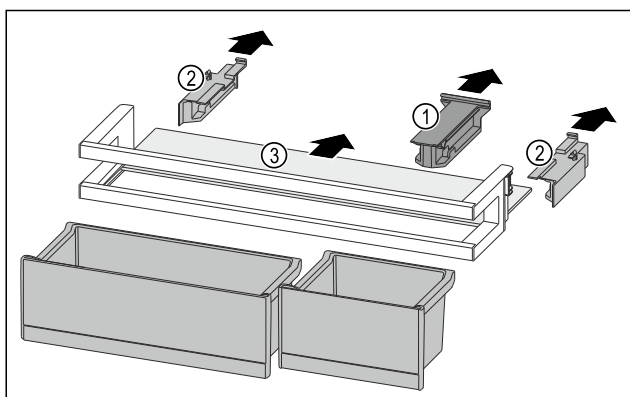

Fig. 212
- Retirer la pièce de retenue Fig. 212 (1).
- Retirer les parties latérales Fig. 212 (2).
- Retirer la tablette de rangement Fig. 212 (3).